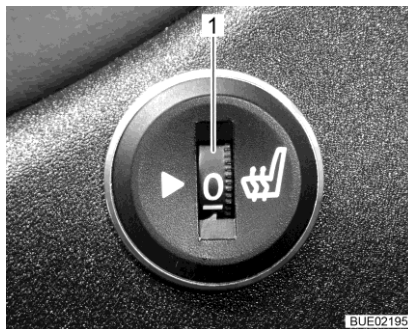

Fig. 18 Molette de réglage chauffage de siège
- Selon la puissance de chauffage désirée, tourner la molette de réglage (Fig. 18,1) sur une position entre "0" et "5".